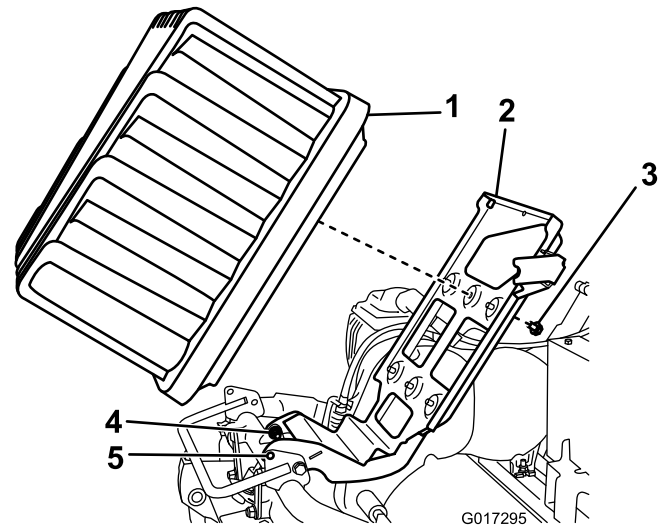

図 9
6. バッテリープラットフォームを上昇させて、ベースとフレームのロック穴をそろえる (図 9)。穴がそろったら、ドライバーなどを差し込んでプラットフォームを上昇位置に保持する。
5. ピボットボルトとナット (2組) それぞれを半回転ずつゆるめる (図 9)。